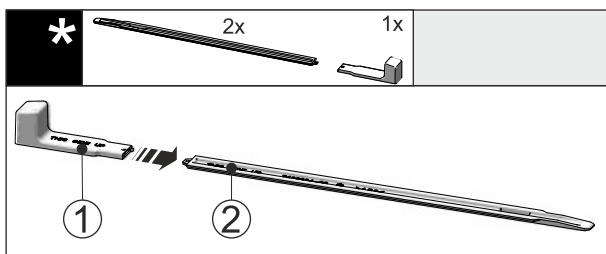

Fig. 49
- Inserire l'impugnatura di montaggio Fig. 49 (1) sulla guida di livellamento Fig. 49 (2).